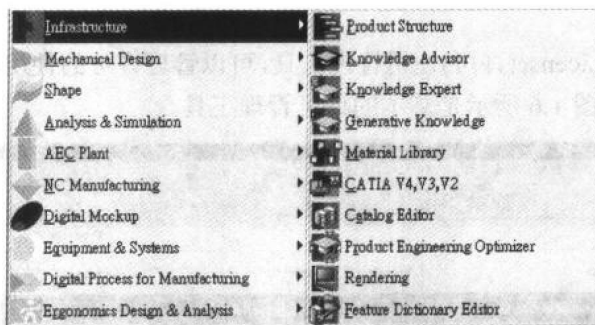

图 1.8
- **Infrastructure:** 可管理 CATIA 的整体架构,包括 Product Structure、Material Library、Catalog Editor 以及 Rendering 命令等,如图 1.8 所示。